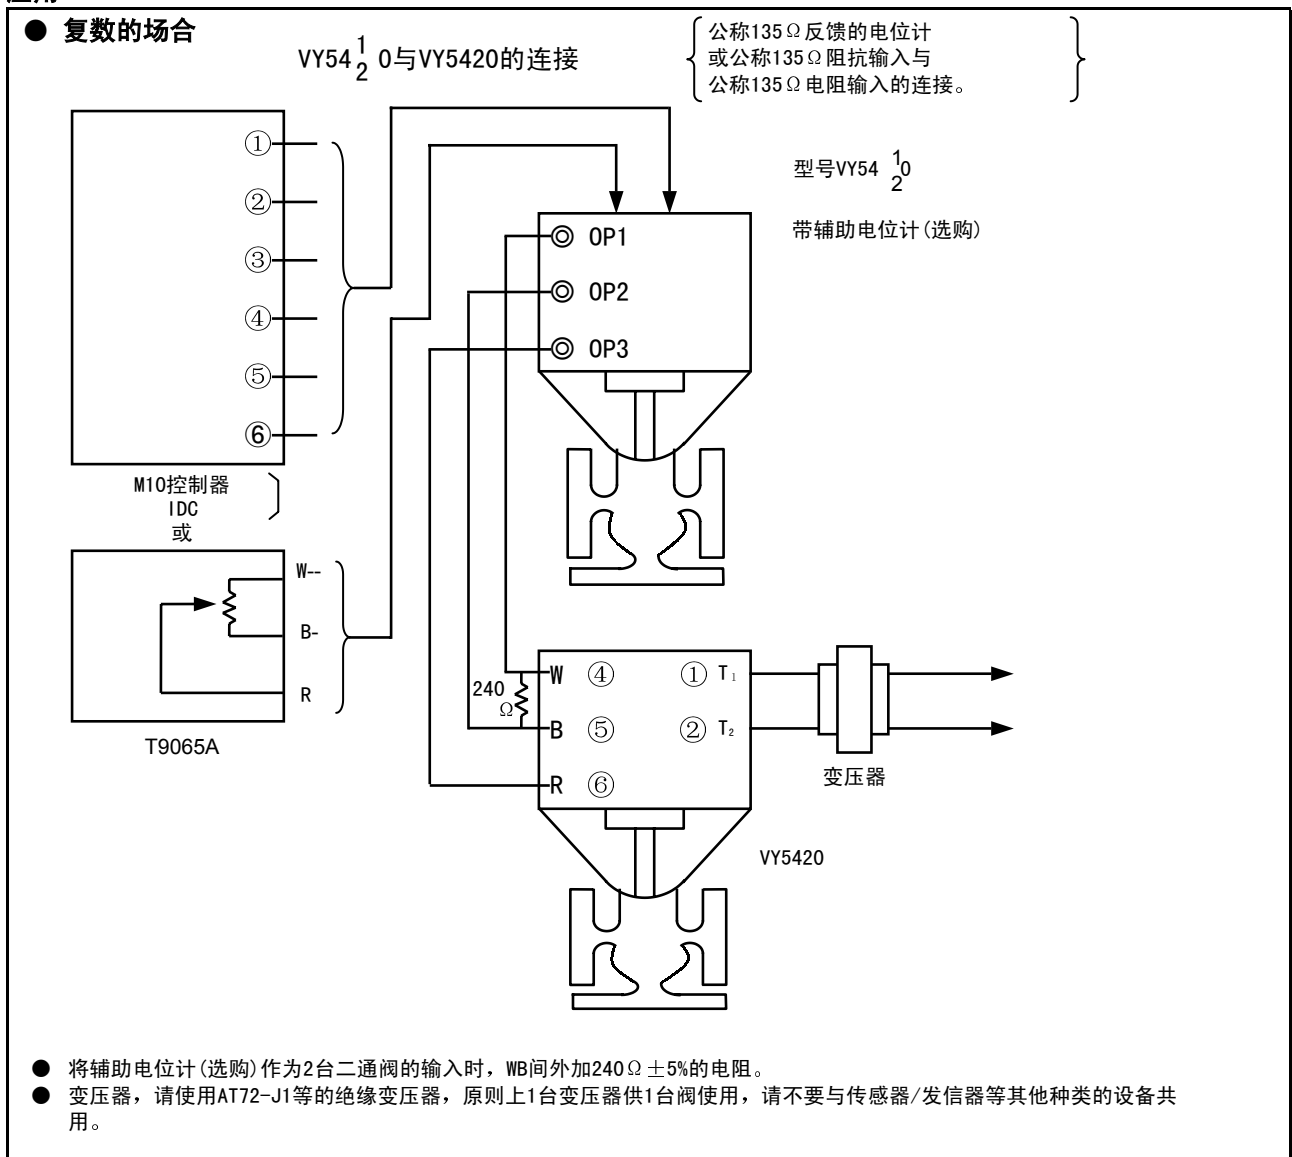

图18. 应用例
- 3) 本产品的接线，用端子（M3.5螺丝）进行连接。请参照图10～图13的接线端子图、图14～图18的接线连接例/应用例，正确地进行连接。